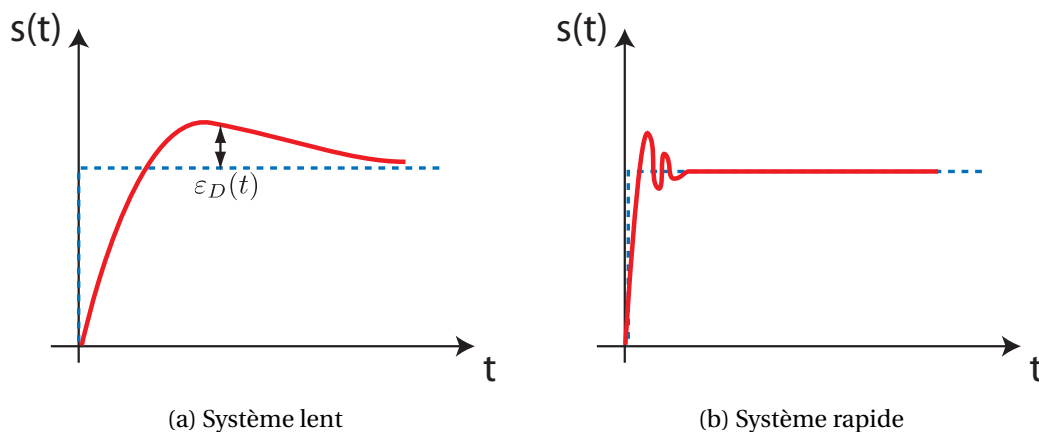

FIGURE 3 – Évaluation de la rapidité d'un système
La **rapidité** d'un système concerne l'aspect dynamique de la performance d'un système et se définit comme son aptitude à atteindre rapidement la consigne souhaitée. Les figures 3 (a) et (b) comparent deux systèmes lents et rapides.
**Précision dynamique :** Elle caractérise l'écart en régime transitoire entre la réponse souhaitée et la réponse obtenue d'un point de vue instantané. On définit ainsi l'erreur dynamique  $\varepsilon_D(t)$  instantanément en fonction du temps (figure 3 (a)). Cette définition est valable quel que soit le signal de consigne. Les erreurs statique et de traînage peuvent être obtenues en cherchant la limite de l'erreur dynamique quand  $t$  tend vers l'infini (régime permanent).